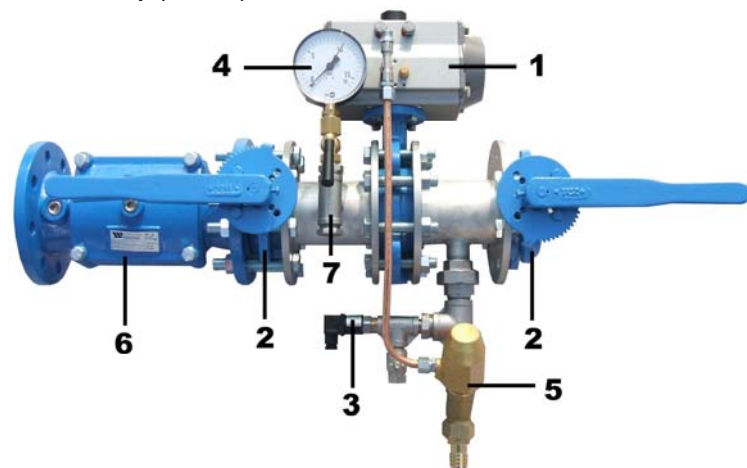

Bild 1
1. Füllarmatur (Bild 1) mit montierten Anschlussflanschen und Steuerelementen
1.2. Füllarmatur FE-80 (hydraulischer Teil) (Bild 1)
Im Bedarfsfall wird durch Öffnen eines Schlauchanschlussventils an einem Wandhydranten das Leitungssystem mit Wasser gefüllt. Dazu wird das Entleerungsventil (Bild 1) an der Füllarmatur geschlossen und die Füllarmatur (Bild 1) geöffnet. Beim Schließen des letzten Schlauchanschlussventils an einem Wandhydranten schließt die Füllarmatur, danach öffnet das Entleerungsventil an der Station und das Leitungssystem wird wieder entleert.
3. Schließen Sie die eingangsseitige Absperrklappe (Bild 1) indem Sie den Hebel der Klappe in eine 90° Stellung zur Rohrleitung bewegen.